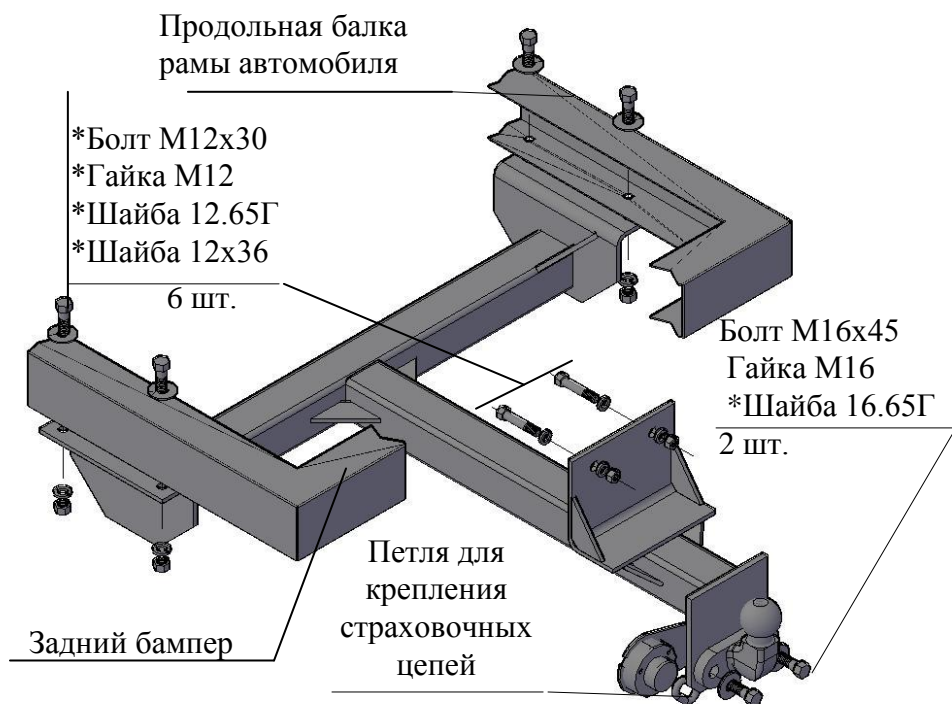

Рис.1 Тягово-сцепное устройство ТСУ 2705.К
2.2 Пакет комплектующих (см.рис.1) Защитный колпак	1 шт.
4.3 Прижать верхние полки боковых кронштейнов ТСУ к продольным балкам рамы автомобиля (см. рис.1)
4.4 Наметить и просверлить четыре отверстия диаметром 12,5...13 мм в нижних полках продольных балок рамы, используя ТСУ как кондуктор. Закрепить ТСУ на автомобиле в соответствии с Рис. 1.